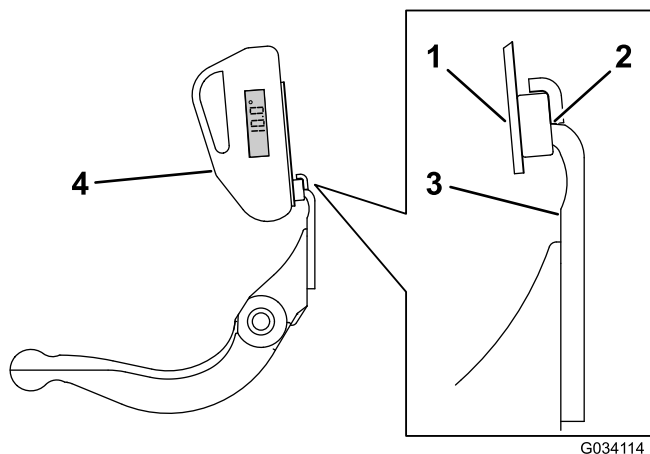

Bild 36
3. Legen Sie die Neigungsmesserbefestigung an die Kante des Untermessers, sodass die Kante des Magnets bündig mit der Kante des Untermessers ist (Bild 36).
4. Legen Sie den Neigungsmesser auf die Befestigung, wie in Bild 36 abgebildet.